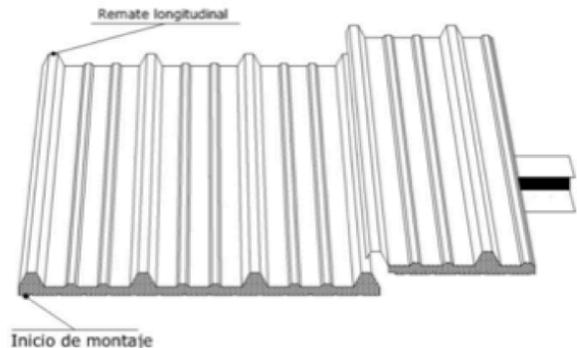

Fig. 10
6. La instalación del segundo panel se realiza sobreponiendo la cresta vacía sobre la cresta llena del primer panel. (Fig. 10)